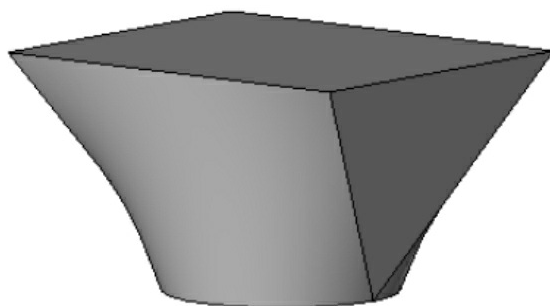

图7-59
(4) 单击“修改|编辑融合顶部边界”选项卡中的“完成”按钮，完成融合建模，如图7-59所示。